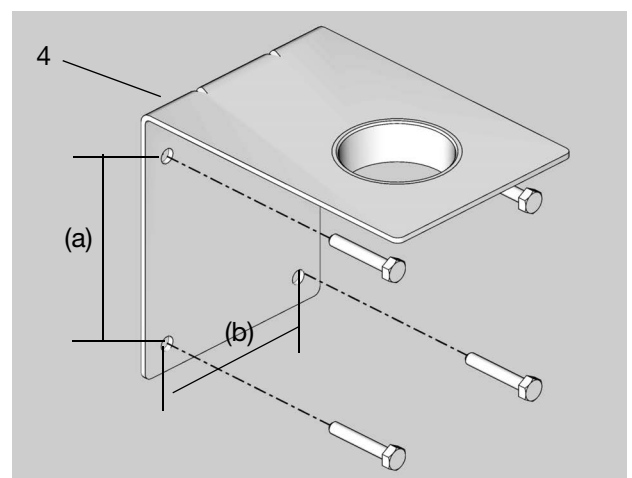

Рис. 5
1. Используя кронштейн для крепления на стену (4) в качестве трафарета, отметьте места для сверления отверстий на стене и просверлите их (Рис. 5).
2. Используя 4 винта (приобретаются отдельно), имеющих достаточную длину для надежной фиксации насоса и кронштейна для крепления на стену, зафиксируйте кронштейн (4) на стене (Рис. 5).